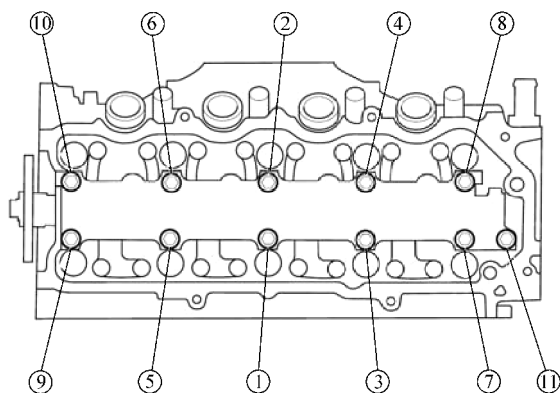

图 13-9 摇臂螺栓拧紧顺序
- 6) 按图 13-9 所示的顺序每次紧固每个螺栓两圈。
- 7) 拧紧摇臂安装螺栓至规定力矩：①~⑩ $15\text{ N} \cdot \text{m}$ ，⑪ $9.8\text{ N} \cdot \text{m}$ 。